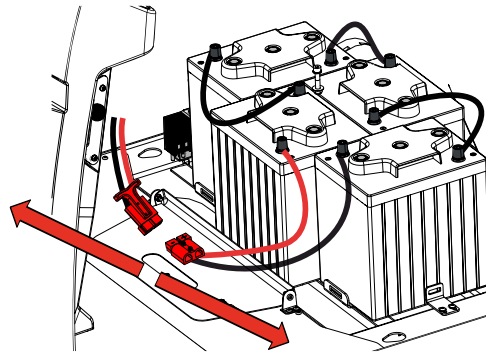

Abb. 29
- Stecker trennen (Kap 4.9.5, Abb. 29). Der Batteriestecker ist fest an der Klappe montiert
- Ladestecker lösen (Abb. 29)